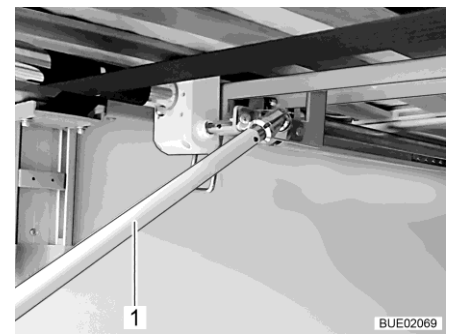

Bild 151 Kurbel in Heckgarage
- Um das Bett anzuheben: Kurbel (Bild 151,1) im Uhrzeigersinn drehen. Um das Bett abzusenken: Kurbel (Bild 151,1) entgegen dem Uhrzeigersinn drehen.